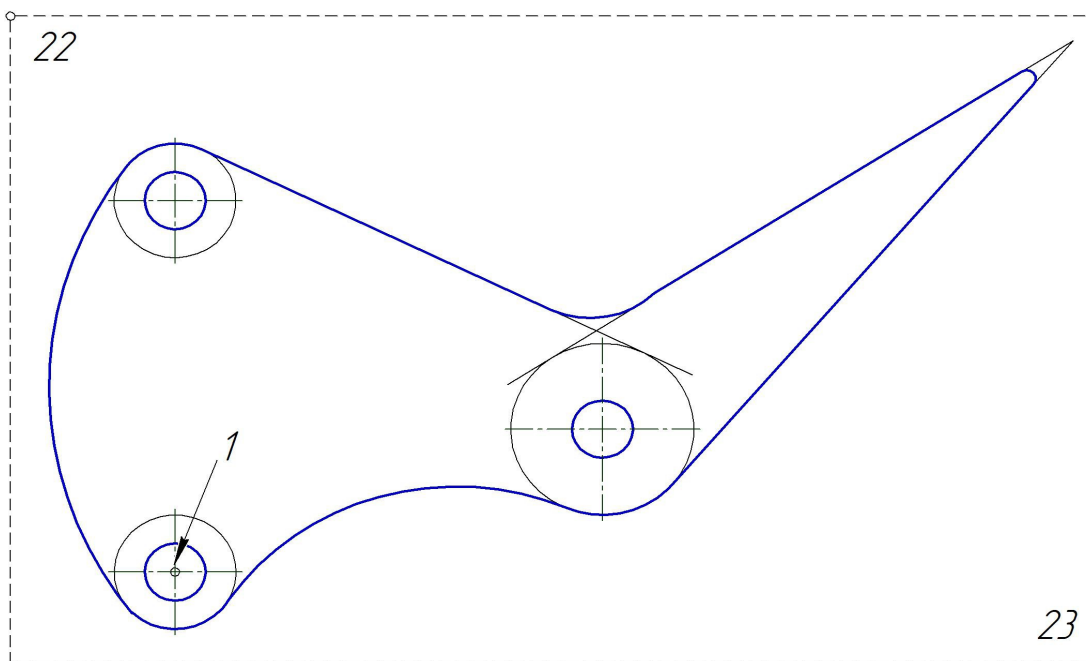

Рис. 1.45. Копирование изображения в буфер обмена
5. Включите команду **Выделить – Рамкой** и выделите изображение детали (рис. 1.45).